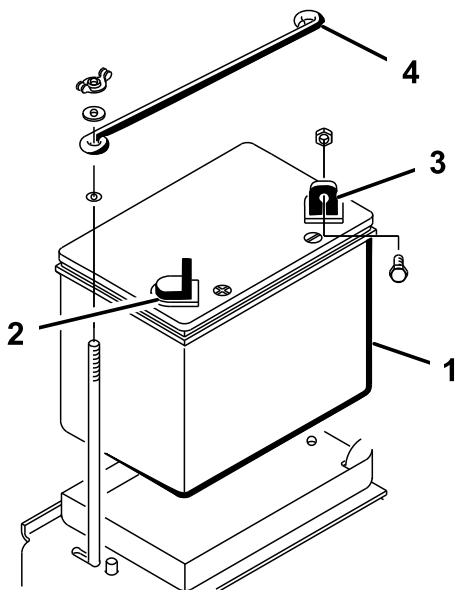

Рисунок 5
1. Установите аккумулятор на место в поддон позади правого колеса таким образом, чтобы отрицательная клемма была направлена к задней стороне машины (Рисунок 5).